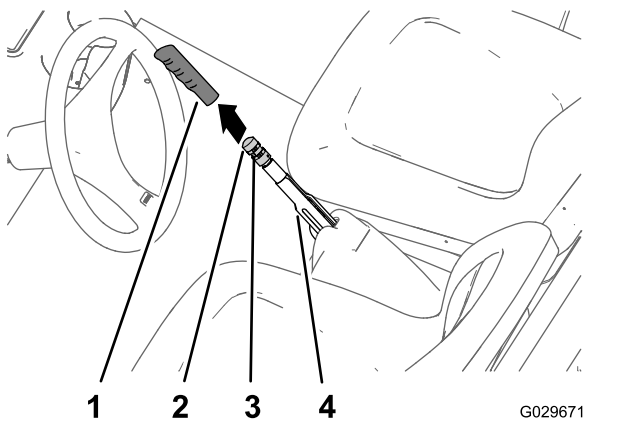

Figura 56
1. Retire a pega da alavanca do travão de estacionamento (Figura 56).
2. Desaperte o parafuso de ajuste que fixa o manípulo de ajuste do travão de estacionamento (Figura 56).
para engatar a alavanca do travão de estacionamento (Figura 56).
4. Aperte o parafuso de ajuste e instale a pega (Figura 56).
5. Rode o manípulo de ajuste do travão de estacionamento (Figura 56) até que 133 a 156 N seja necessário para engatar a alavanca do travão de estacionamento.
- C. Rode o manípulo de ajuste do travão (Figura 56) até que 133 a 156 N seja necessário para engatar a alavanca do travão de estacionamento.
- Aperte o parafuso de afinação e instale a pega (Figura 56).